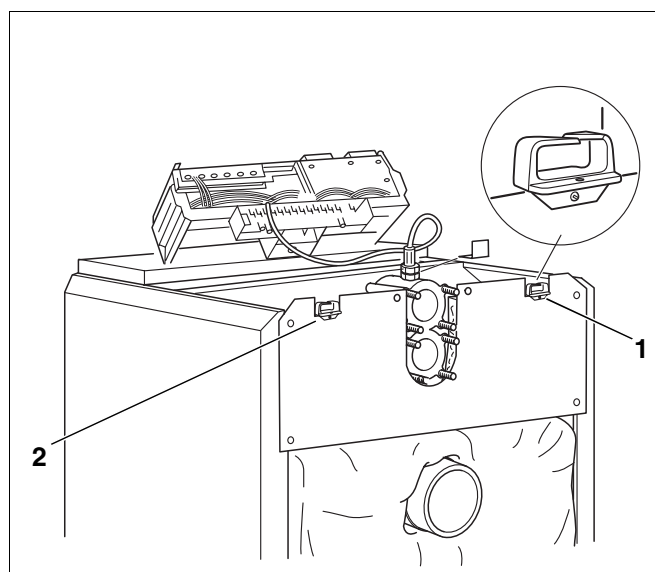

Fig. 46 Elektrisk tilkopling
- Skru fast kabelgjennomføringen (fig. 46, **pos. 1 og 2**) på høyre eller venstre side av kjelens bakvegg.